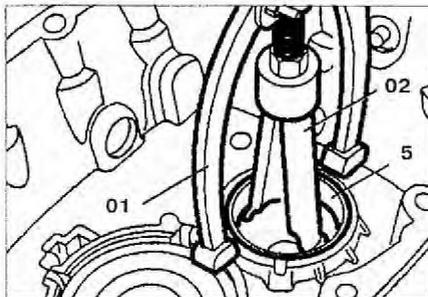

Рис. 4.17. Снимите наружное кольцо 5 конического роликового подшипника с помощью съемников 01 и 02.
6. Снимите наружное кольцо 5 конического роликового подшипника с помощью съемников 01 и 02 (рис. 4.17).